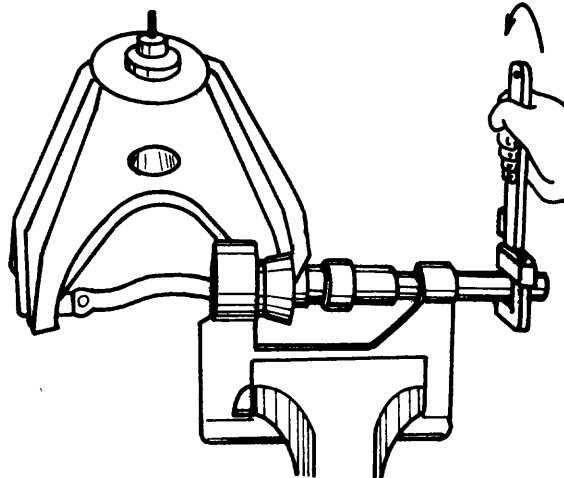

Fig. 1
- c Instale los bujes (fig. 1).